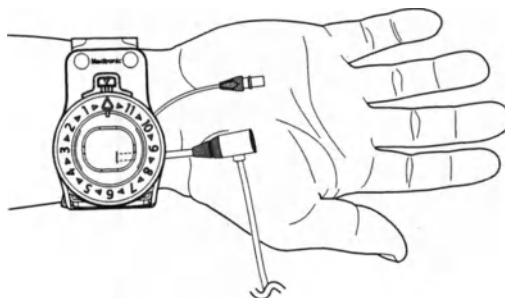

Abbildung 2. Positionierung der Verschlussbands
3. Das Verschlussband so über dem Handgelenk positionieren, dass die Zugangsstelle durch das Sichtfenster sichtbar ist und die Mitte des Einstellrads mit der Arteriotomie ausgerichtet ist (Abbildung 2).